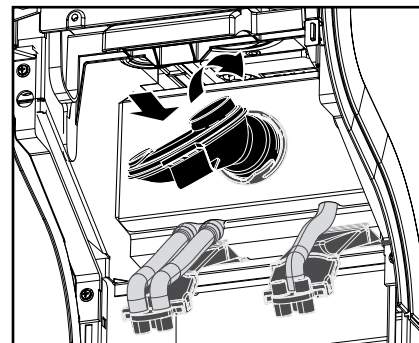

Fig. 30
- g. Sett inn blandeinnsatsen og tetningsringen, drei den med klokken til den smekker inn (fig. 30).